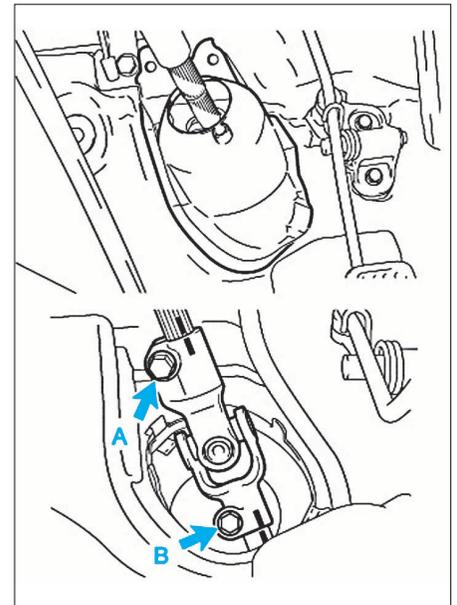

FIG. 81
- Tracer des repères au niveau des manchons de cardan de colonne de direction (Fig.81).
- Dévisser les vis de fixation (A) et (B)